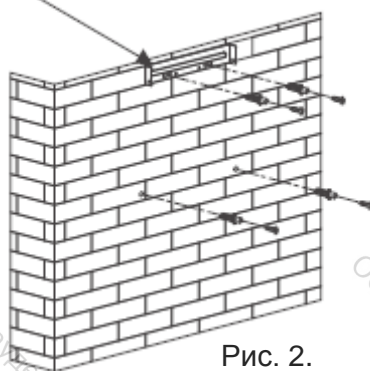

Рис. 2.
4. С помощью дюбелей закрутите 4 x 30 мм винта в стену, затем с помощью двух винтов 4 мм x 40 мм закрепите кронштейн внутреннего короба на стене. См. рис. 2.